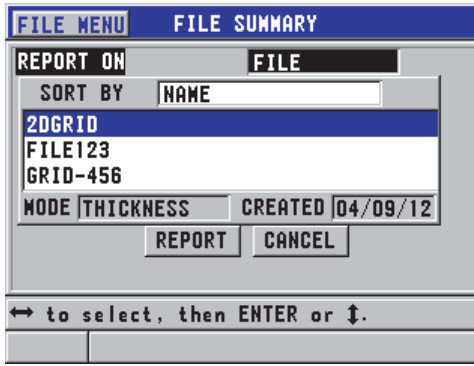

Figura 6-39 Tela de relatório do FILE SUMMARY
3. Na tela **FILE SUMMARY** (veja Figura 6-39 na página 135):